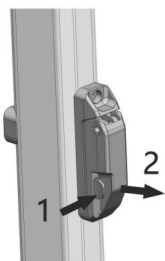
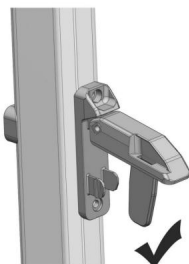

Abbildung D1
Abbildung D2
4.1.1 Öffnen Sie die Sicherheitsverriegelung in der Mitte der Stützstangen auf beiden Seiten (drücken und ziehen, Abbildung D1) und die Spannstangenschraube lösen (Abbildung D2).